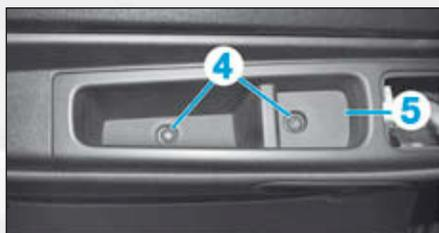

FIG.34
- Déposer les vis (4) de la poignée de porte (5) (Fig.34).
- Dégrafer la poignée de porte (5).